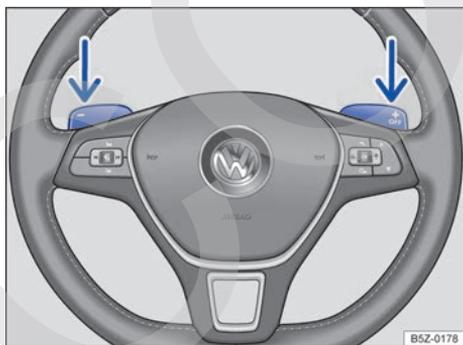

Fig. 101 Volante con dos levas para cambiar de marcha en modo manual.
- En el programa de conducción D, S o M (modo manual), activar los selectores en el volante → fig. 101.
- **O**: engranar con los selectores del volante → fig. 101.